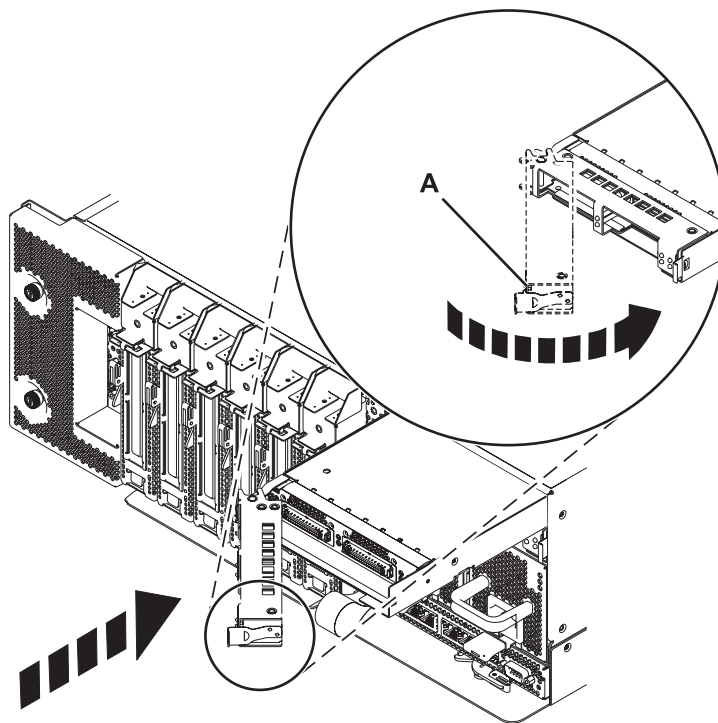

Figura 4. Instal·lació d'un adaptador GX al sistema
6. Moveu les nanses (**A**), tal com es mostra a Figura 4 a la pàgina 10, cap al sistema fins que la nansa s'aturi amb l'adaptador.